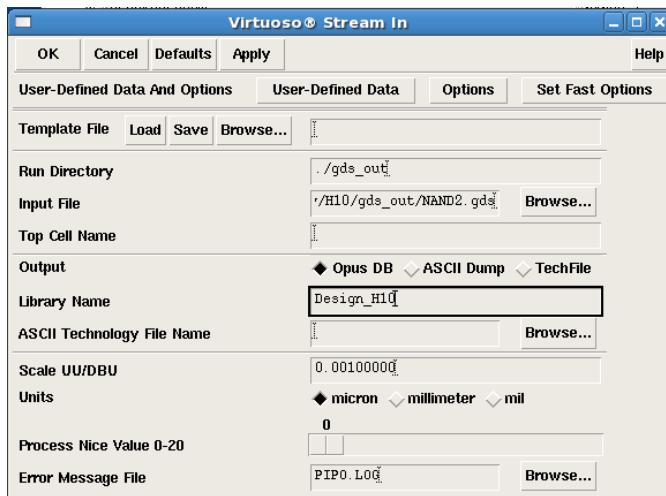

Рис. 7.3. Основное окно трансляции файла GDSII в топологическую базу Cadence.
- 3) В появившейся форме задать рабочий каталог, путь к импортируемому файлу, при необходимости — имя ячейки верхнего уровня, имя библиотеки, в которую будет импортироваться топология, имя файла отчета (рис. 7.3).